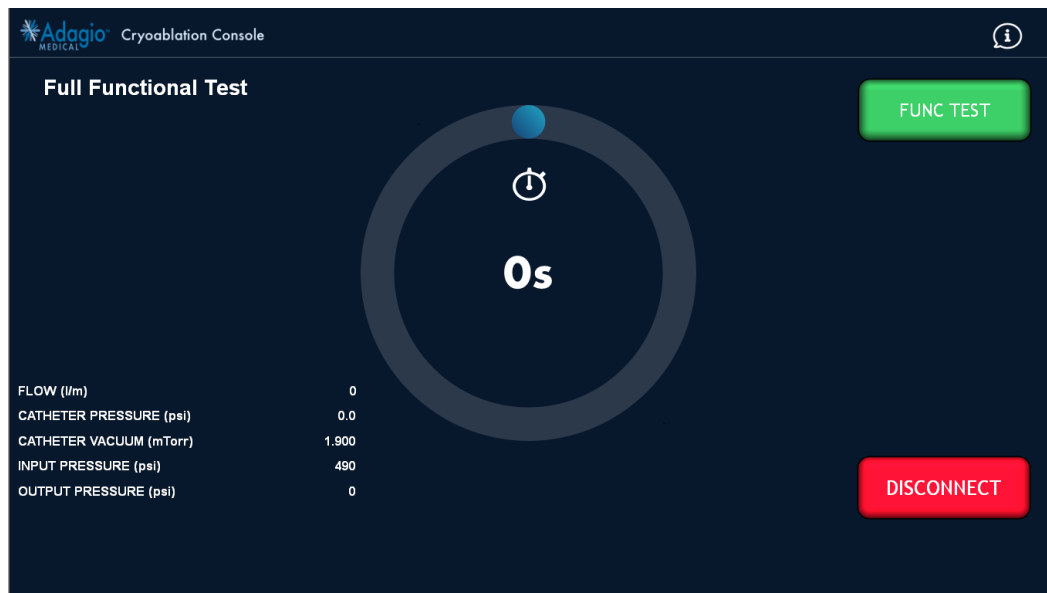
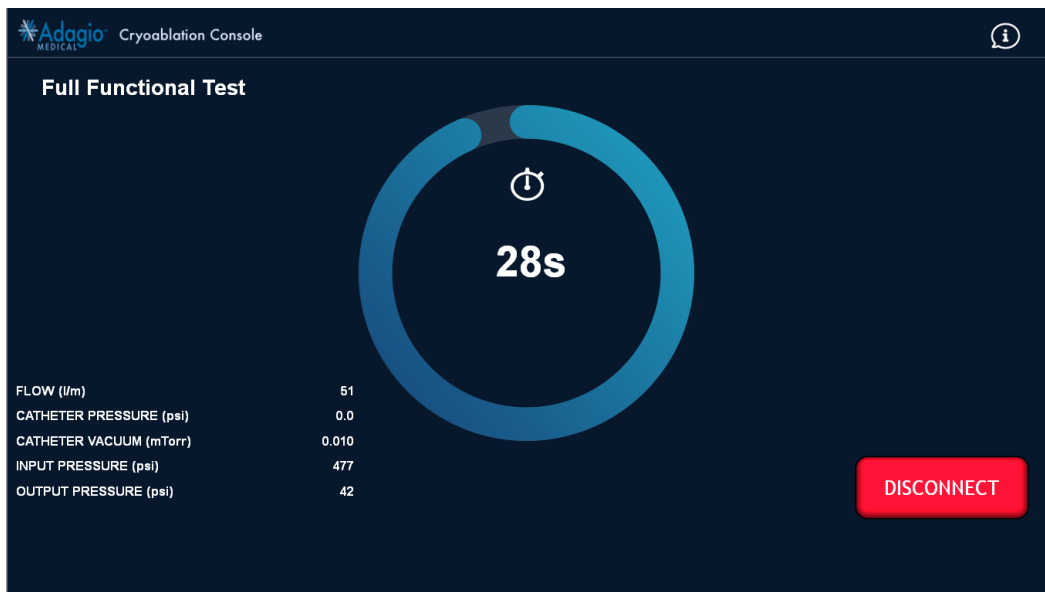
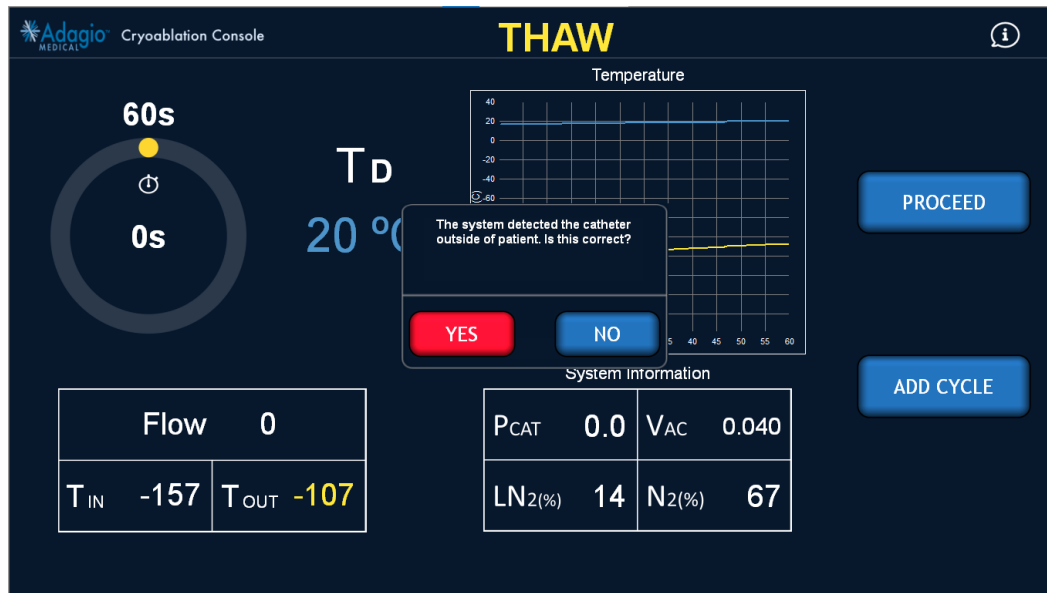

Abbildung 43 – Bildschirmanzeige: „Full Functional Test“ (Vollständige Funktionsprüfung)
Abbildung 44 – Bildschirmanzeige: Vollständige Funktionsprüfung läuft
Abbildung 53 – Bildschirmanzeige: System hat den Katheter außerhalb des Körpers des Patienten erkannt
12. Nach Abschluss der Katheter-Selbsttests (Abbildung 40) erhält der Anwender die folgende Aufforderung. Auf die Schaltfläche „PROCEED“ (Weiter) drücken, um den Modus „Full Functional Test“ (Vollständige Funktionsprüfung) aufzurufen (Abbildung 43).
13. Vor Durchführung der vollständigen Funktionsprüfung das Kryoablationselement (Vereisungsabschnitt) in Kochsalzlösung eintauchen. Danach im Bildschirm „Full Functional Test“ (Vollständige Funktionsprüfung) (Abbildung 43) auf die Schaltfläche „FUNC TEST“ (Funktionsprüfung) drücken, um die Vereisung einzuleiten, was 30 Sekunden in Anspruch nimmt. Während der Vereisung den Katheter beobachten, um sicherzustellen, dass sich entlang des Kryoablationselements Eis bildet und dass keine Gasbläschen entweichen oder im Eis gebildet werden. Im Fortschrittsbildschirm der vollständigen Funktionsprüfung (Abbildung 44) ist außerdem darauf zu achten, dass der auf dem Bildschirm angezeigte Katheterdruck nicht über 1 psi ansteigt. Den Katheter NICHT VERWENDEN, wenn Bläschen oder ein Anstieg des Katheterdrucks festgestellt wurden.
8. Die Konsole kann jederzeit während des Verfahrens (außer während eines Vereisungszyklus) erkennen, wenn der Katheter aus dem Körper des Patienten entfernt wurde. Wenn die Konsole feststellt, dass der Katheter entfernt wurde, erscheint das in *Abbildung 53* gezeigte Dialogfeld, in dem der Anwender gebeten wird, entweder „YES“ (Ja) oder „NO“ (Nein) zu wählen. Wird „NO“ (Nein) ausgewählt, verschwindet das Dialogfeld und der Benutzer kann zum nächsten Vereisungszyklus übergehen. Wird „YES“ (Ja) ausgewählt, erscheint der Bildschirm „Full Functional Test“ (Vollständige Funktionsprüfung) (*Abbildung 43*) und es muss eine vollständige Funktionsprüfung durchgeführt werden.